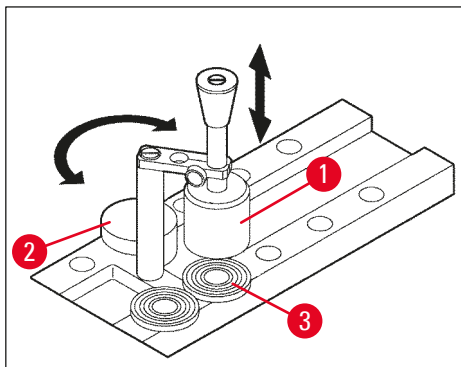

Fig. 14
4. Anbring objektpladen med prøvematerialet i en af de ti åbninger i hurtigfryseholderen (→ "Fig. 14"), og frys den ned.